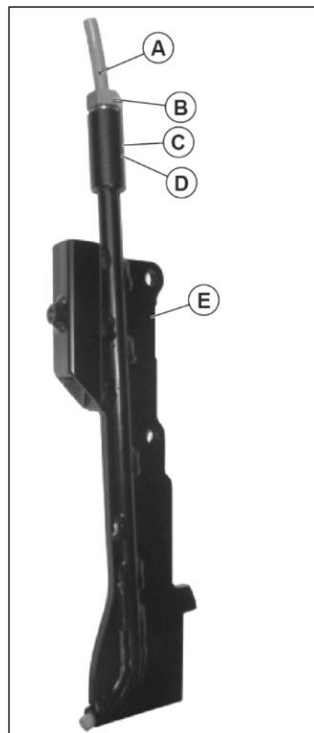

Abb. 4
In die Struktur der Flosse (E) werden nacheinander eingesetzt: der OR-Ring (D), das Distanzstück (C) und die Gewindebuchse (B). Bei etwas gelockerter Gewindebuchse den Schlauch (A) einführen, bis er aus dem unteren Teil etwa 5 mm herausragt. Jetzt die Gewindebuchse mithilfe eines 17er Schraubenschlüssels anziehen, um damit den Schlauch zu blockieren. In der Abb. 4 ist eine korrekt montierte Flosse zu sehen.